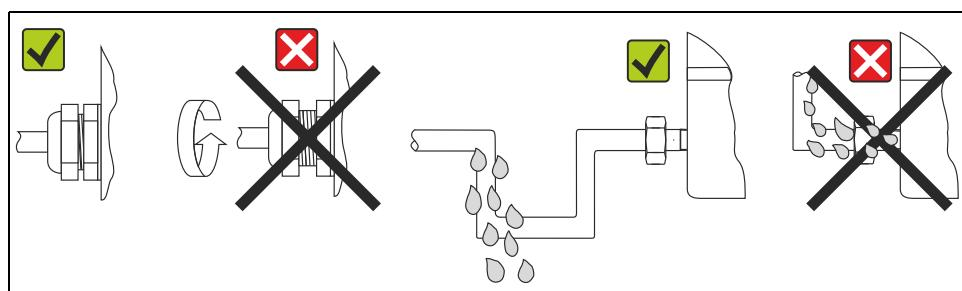

图 4：确保 IP67 防护等级的接线说明
- 牢固拧紧缆塞 (参考图 4)。
- 插入缆塞前，电缆必须向下弯曲 (形成“聚水器”，参考图 4)。防止任何水汽渗入缆塞。